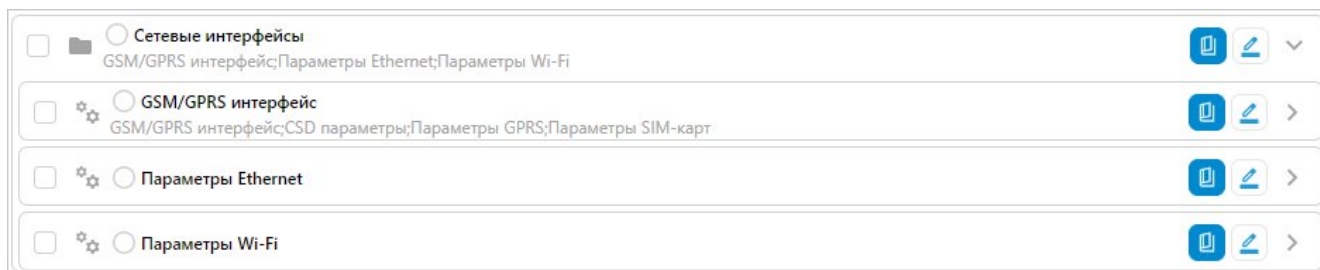

Рисунок 93 – Внешний вид страницы «Сетевые интерфейсы»
– страница «Сетевые интерфейсы» предназначена для считывания/конфигурирования GSM/GPRS, Ethernet, Wi-Fi параметров (Рисунок 93 – Внешний вид страницы «Сетевые интерфейсы»). Состоит из страниц: